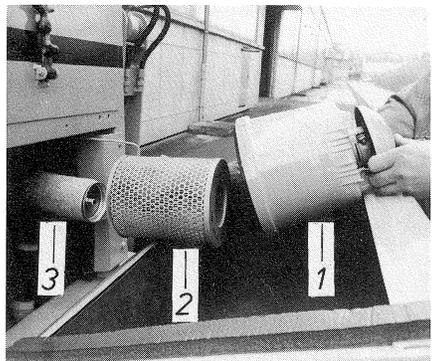
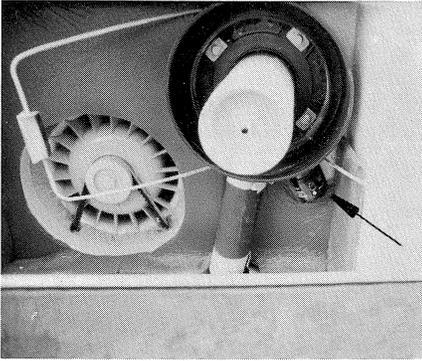

Bild 51
Bild 52
- (3) Staubsammeltopf (Bild 51/1) und Filterelement (Bild 52/2) abziehen
- (4) Staubsammeltopf reinigen
- (5) Filterelement reinigen ggf. wechseln
- Schaltet die Wartungsanzeige (rot) nach erfolgter Wartung wieder ein, ist auch die Sicherheitspatrone (Bild 51/3) zu wechseln.
Vor dem Einbau der Filterelemente die Dichtung auf Beschädigungen prüfen. Auslöseknopf des Unterdruckanzeigers (Bild 52/Pfeil) eindrücken, bis rote Verstopfungsanzeige zurückspringt. Luftführungsleitung zwischen Filter und Motor auf Dichtigkeit prüfen ggf. erneuern.